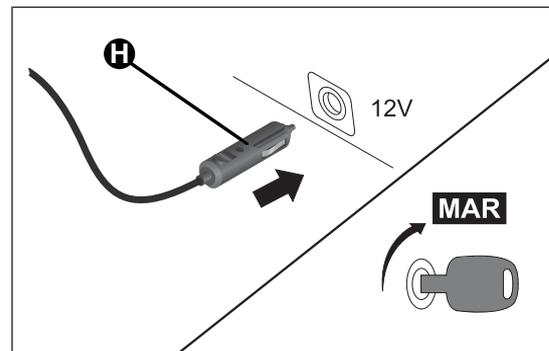

fig. 127
- introduire la fiche H fig. 127 dans la prise de l'allume-cigare de la voiture (12 V) ;